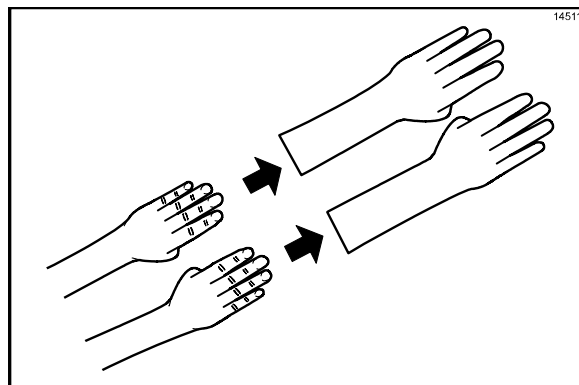

Figura 39
6. Coloque luvas resistentes ao calor. (Veja a Figura 39.)